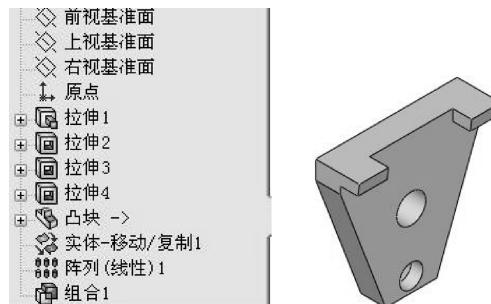

图 3-125 活动夹板模型
- 04 通过【线性阵列】命令阵列【凸块】实体。并采用组合实体技术合并三个实体，结果如图 3-125 所示。在特征设计树中【凸块】后显示图标 ，说明当前零件中的【凸块】实体与【凸块】源零件存在外部参考关系，只要【凸块】源零件模型发生变化，当前零件模型将随之改变。